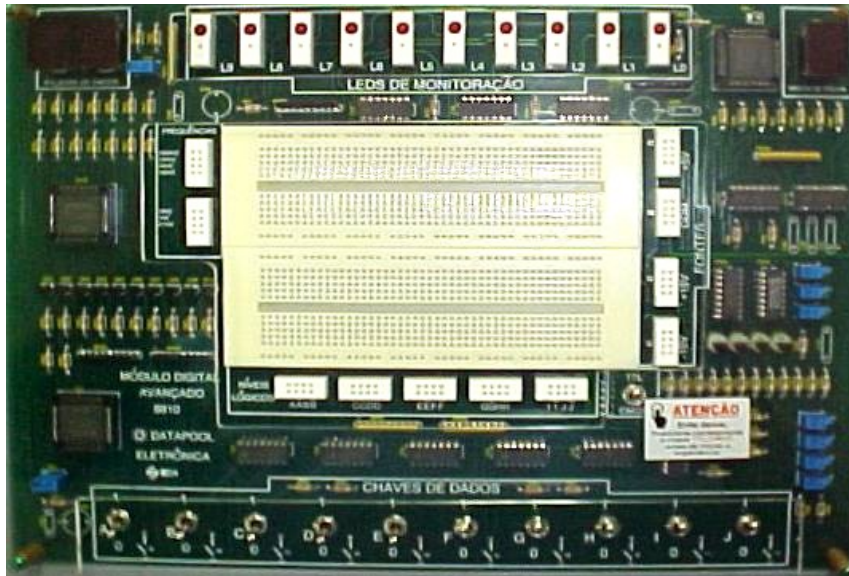

Figura 2 – Lay-out Módulo Digital
Na figura 2 (3) observamos que o módulo (kit) possui duas (uma) tensões(ao) de alimentação de 5 Vcc e 15 Vcc, no lado direito ao lado da matriz de contato (OUT 5V - no canto inferior esquerdo), 10 (6) entradas de nível lógico acionadas através de chaves (0-1). A figura mostra ainda as 10 (6) saídas de nível lógico que acionam os LED's correspondentes e a área de montagem. O módulo (*kit*) possui vários outros componentes que serão apresentados com o decorrer do curso.